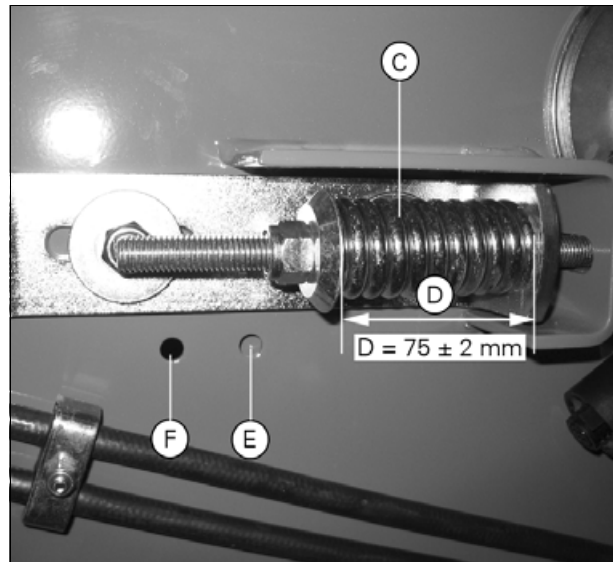

Рис. 4.
- Натяните цепь, сжав пружину "С" (рис. 4). Расстояние (D) = 75 ± 2 мм. Помните, что упругость пружины блокируется втулкой, если данное расстояние равно 74 мм.